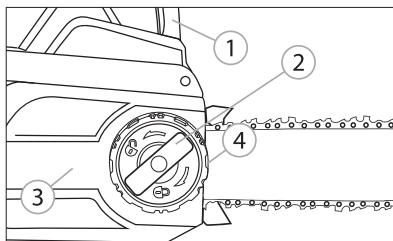

Рис. 4
- Потяните щиток цепного тормоза 1 (рис. 4) на себя до щелчка. Ослабьте цепь, вращая внешнее кольцо натяжителя 4 (рис. 4) против часовой стрелки, открутите фиксатор 2 (рис. 4) и снимите защитный кожух 3 (рис. 4).
- Установите крышку 3 (рис. 4), точно совместив все шлифы. Натяните цепь с помощью механизма натяжения 4 (рис. 4), вращая внешнее кольцо по часовой стрелке. Крепко зафиксируйте крышку с помощью фиксатора 2 (рис. 4). Убедитесь в надежности соединения и правильности установки цепи.